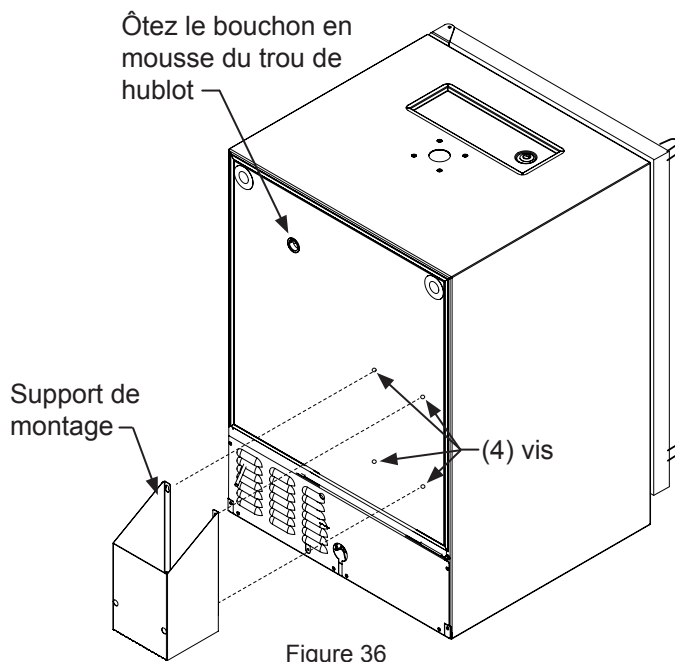

Figure 36
Placez les (4) vis à métaux (N° 10-32 x $\frac{3}{4}$ po à tête plate) fournies avec le support à l'arrière de l'appareil (Voyez la Figure 36). Ne les serrez pas à fond. Accrochez les trous en fente des brides du support par-dessus ces quatre vis, puis serrez-les bien pour maintenir le support au dos du meuble. Le support peut aussi être fixé sur un meuble adjacent en utilisant les vis à bois N° 10 de $\frac{3}{4}$ po fournies. Marquez l'emplacement des trous où il faut avec un crayon en vous servant des fentes du support de montage comme gabarit. Percez des avant-trous appropriés (selon le matériau qui recevra les vis) et fixez le support en suivant les instructions données précédemment.
Ôtez le bouchon de mousse du trou de hublot comme c'est montré en Figure 36, et passez la conduite rouge de CO₂ au travers de la paroi arrière, et hors du cache serpentín à l'intérieur du meuble. Connectez la conduite rouge de CO₂ au coupleur du fût de bière.